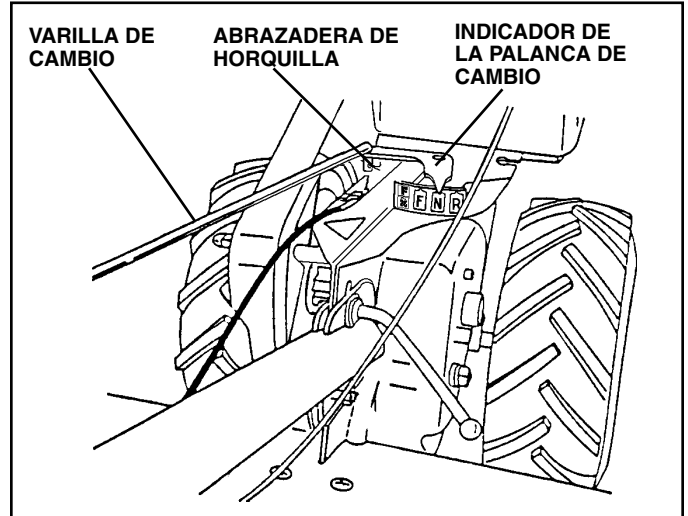

FIG. 7
CONEXIÓN DE LA VARILLA DE CAMBIO (Vea la Fig. 7)
- Asegúrese que el indicador de la palanca de cambio esté en la posición neutro "N". (Vea la Fig. 7)